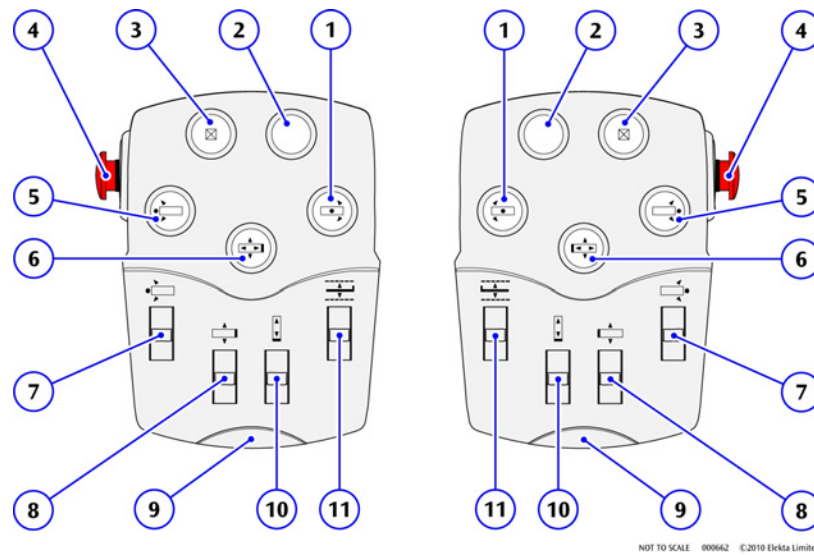

Figure 1.1 Module d'interface utilisateur
1. Sur le module d'interface utilisateur, appuyez sur le bouton COLUMN BRAKE (Frein de la colonne) (1) pour relâcher le frein (voir Figure 1.1).
3. Sur le module d'interface utilisateur, appuyez sur le bouton COLUMN BRAKE (Frein de la colonne) (1) pour enclencher le frein (voir la Figure 1.1).